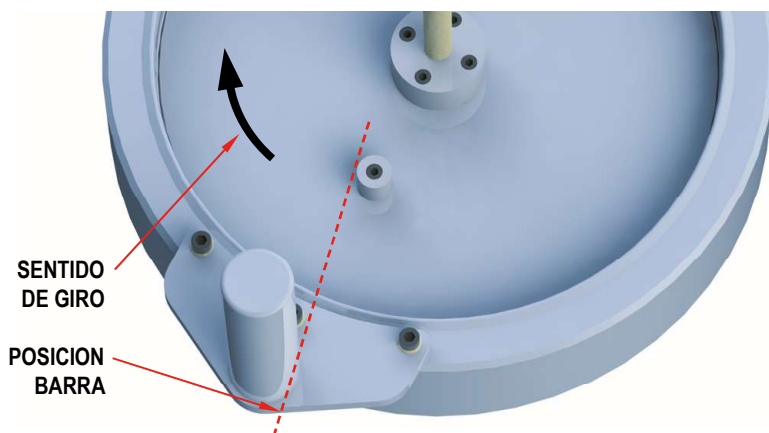

Fig. 8
1. **Trabar el tapón** utilizando una barra o herramienta (no provista) entre el perno fijador y el eje del pescante. Ver fig. 8 en la siguiente página.
2. Girar la tuerca superior o el volante en sentido antihorario **para bajar el tapón.** Si observa que el tapón gira, **trabarlo como se indica en la fig. 8 pero en sentido opuesto.** Observar que no gire el esparrago, para **que no se desenrosque del tapón.**